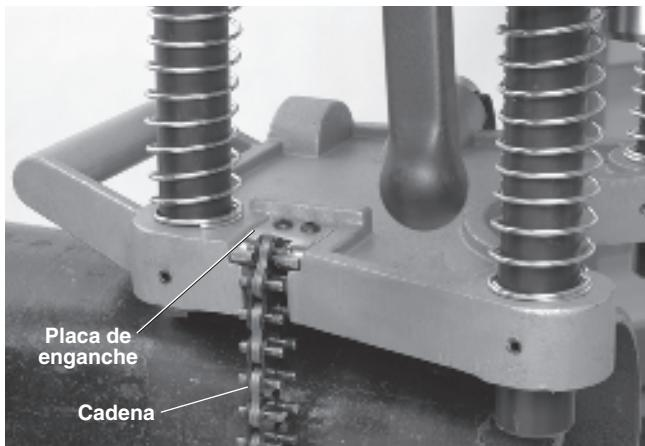

Figura 5 – Enganche de la cadena de la HC-450
- Mantenga en todo momento por lo menos una de sus manos sobre la Perforadora, con el fin de estabilizar y guiarla. Tome el extremo de la cadena y ciñala alrededor del tubo. Enganche el pasador de cadena más cercano en la placa de enganche y apriete el mango giratorio para sujetar la Perforadora al tubo (*vea la Figura 5*).